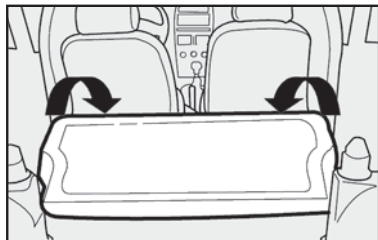

fig. 83
4) Rebater para a frente o encosto, passando os cintos pelos lados, até que este se apoie sobre o assento traseiro **fig. 83**.